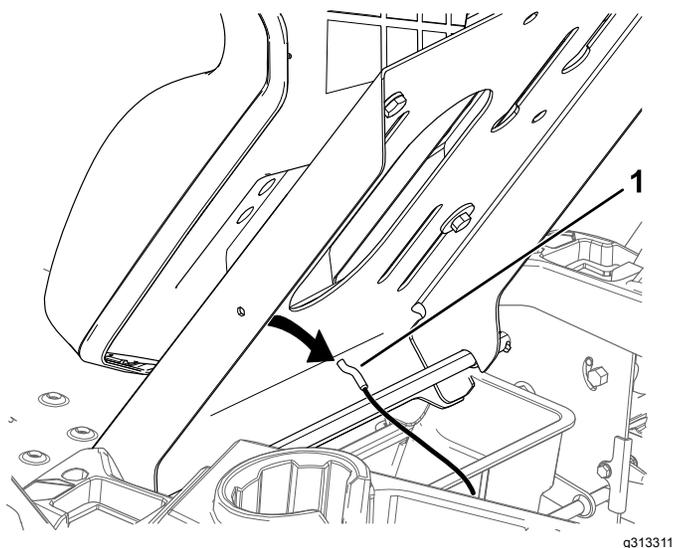

Figura 1
1. Inclinate il sedile verso l'alto come mostrato nella Figura 1.
2. Sganciate il cavo per l'inclinazione del sedile dalla scocca del sedile (Figura 1).